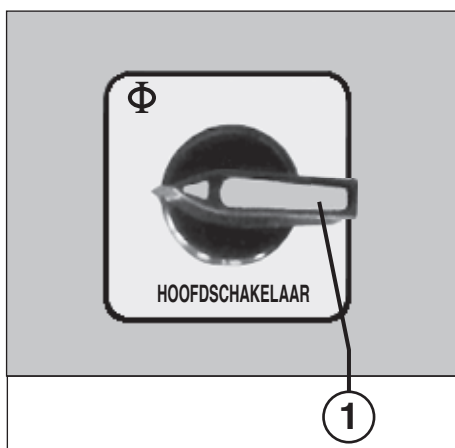
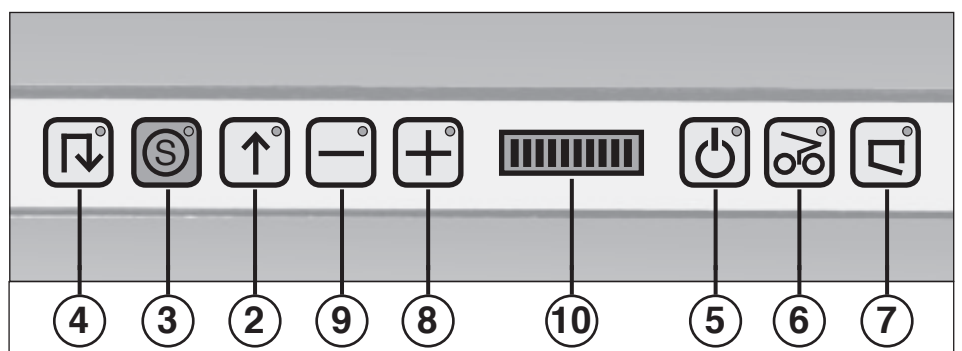

Fig. 1
Fig. 2
Schakel het apparaat met de hoofdschakelaar (1) (Fig. 1) in. Als teken van bedrijfsvaardigheid gaat het controlelampje "gereed voor het gebruik" (5) en ook het lampje in de rode stoptoets "S" aan (Fig. 2).
2. Vooruittoets (2) (Fig. 2) indrukken. Het snijwerk loopt aan en begint met het versnipperen van het papier.
3. Om de machine uit te schakelen de rode stoptoets (3) (Fig. 2) indrukken.
1. Het snijwerk wordt geblokkeerd. Het controlelampje (6) (Fig. 2) gaat aan.
- Ter verhoging van de werksnelheid op de plustoets van de Vario-Speed (8) drukken (Fig. 2).
- Ter verlaging van de werksnelheid ten gunste van een hogere arbeidsprestatie op de mintoets van de Vario-Speed (9) drukken (Fig. 2).
De momenteel ingestelde snelheid wordt op de snelheidsmeter van de Vario-Speed (10) (Fig. 2) aangegeven.
Als de opvangzak helemaal vol is, schakelt de machine zichzelf uit. Het controlelampje "opvangzak vol" (7) (Fig. 2) gaat aan. Het legen van de opvangzak gebeurt als volgt:
- Accione brevemente la tecla de retroceso (4) (Fig. 2). El material queda liberado.
- Vuelque la tolva superpuesta hacia atrás. El piloto de la indicación "Puerta abierta" o "Tolva rebatida" (7) (Fig. 2) se enciende.
El aparato está equipado con un motor con protección térmica. Éste se desconecta en caso de sobrecarga. Este hecho se señaliza mediante el parpadeo del piloto de la indicación "Preparado" (5) (Fig. 2).